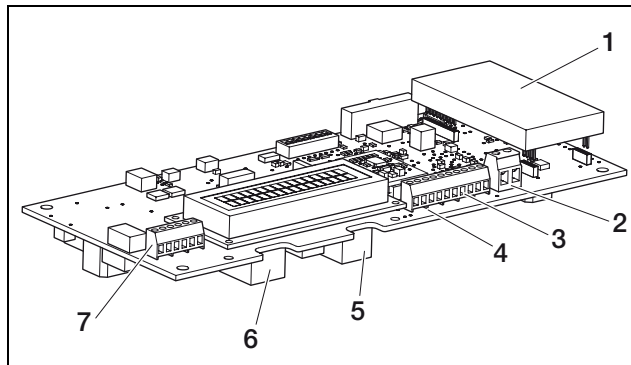

Figura 41: collegamenti della scheda di comunicazione
- Innestare la spina del cavo TP nella presa corrispondente (figura 41, posizione 6).
- Innestare la spina del cavo telefonico nella presa corrispondente (figura 41, posizione 5).
- Collegare i cavi in base alla loro assegnazione (tabella 10) sui morsetti (figura 41, posizione 7).
- Collegare le linee al morsetto corrispondente (figura 41, posizione 2).
- Collegare i cavi in base all'assegnazione (tabella 11) sui morsetti (figura 41, posizione 4).